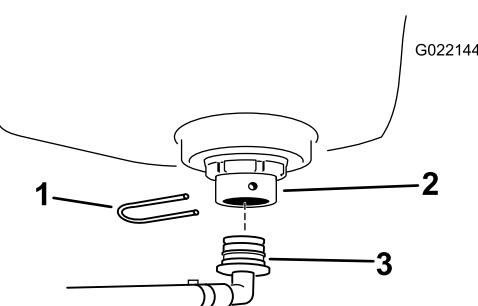

Figura 12
2. Montate il raccordo portagomma del serbatoio di lavaggio nel diaframma e fissatelo con una forcella di fissaggio (Figura 12). Ruotate il raccordo in modo tale che sia rivolto all'indietro.